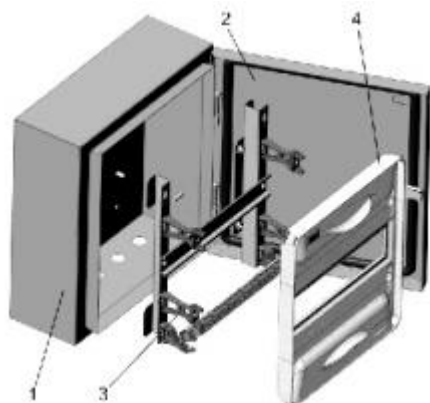

Figura 1 – Componenta produsului: 1 - manta, 2 - ușă, 3 – cadru de montare, 4 – panou de operare
Caracteristicile tehnice sunt prezentate în tabelul 1, disiparea căldurii de la carcasele metalice - în tabelul 2, compoziția structurală a produsului este prezentat în Figura 1, dimensiunile de gabarit și de instalare - Figurile 2, 3.4.
Carcasa metalică ScRn din seria PRO (figura 1) este alcătuită structural din manta (1), ușă care se deschide (2), cadru de montare (3) și panou de operare.